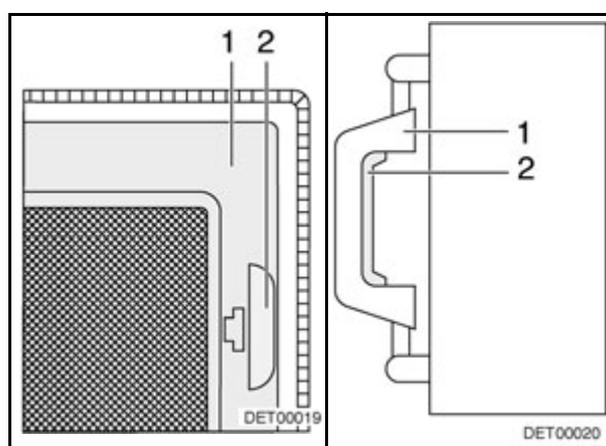

Fig. 48 Moustiquaire Fig. 49 Lanterneau, poignée
- Tirer sur la poignée (Fig. 48,2).
- Rabattre la moustiquaire (Fig. 48,1) vers le bas.
- Faire basculer la moustiquaire (Fig. 48,1) vers le haut jusqu'à ce qu'elle s'enclenche.